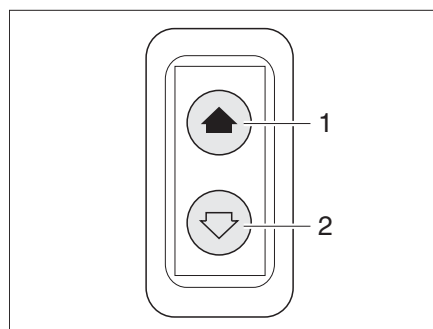

Fig. 23 Interruptor para el elevelunas eléctrico
El vehículo está equipado con un elevelunas eléctrico (Fig. 23) en el lado del conductor.
- Pulsar la parte inferior del conmutador (Fig. 23,2).
- Pulsar la parte superior del conmutador (Fig. 23,1).